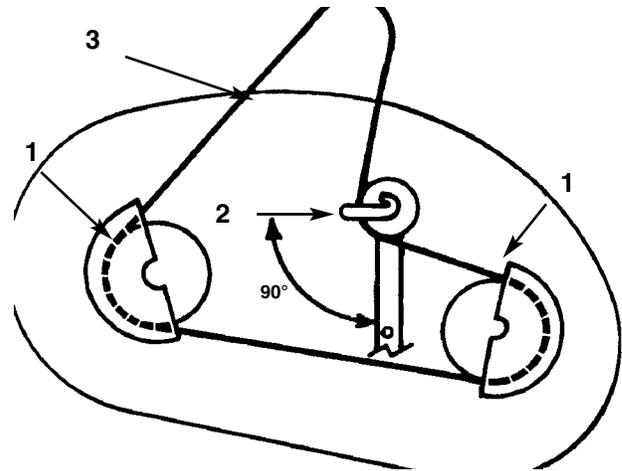

Bild 47
2. Die Befestigungsschraube der Laufscheibenabdeckung und -abdeckungen von beiden Messerbalkenlaufscheiben entfernen (Bild 47).
3. Schraube und Mutter, mit denen die Mitläuferscheibe und Riemenführungen abgesichert werden, lockern, aber nicht entfernen (Bild 47).
3. Die linken und rechten Laufscheibenabdeckungen mit den Befestigungsschrauben montieren (Bild 47).